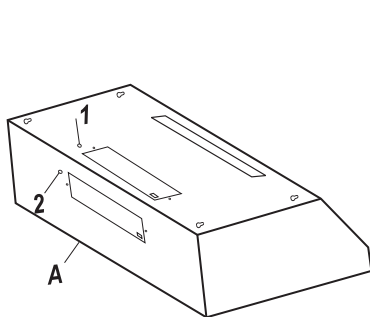

Fig. 10
- Escoja el orificio eléctrico preperforado apropiado a ser retirado para su tipo de instalación. Utilice el orificio superior (1) si el suministro eléctrico está en la alacena, y el orificio posterior (2) si el suministro eléctrico está en la pared que se encuentra debajo de la alacena (consulte la Fig. 10).